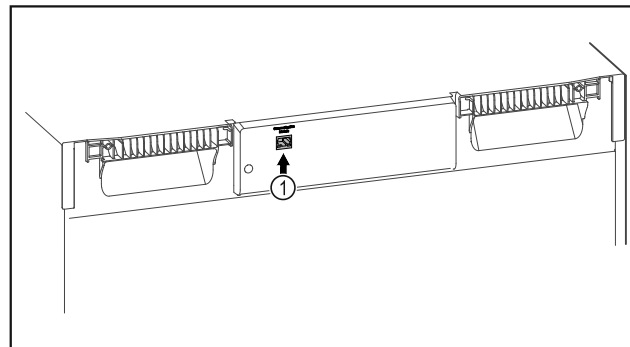

Fig. 138
- SmartModule Fig. 138 (1) är insatt.